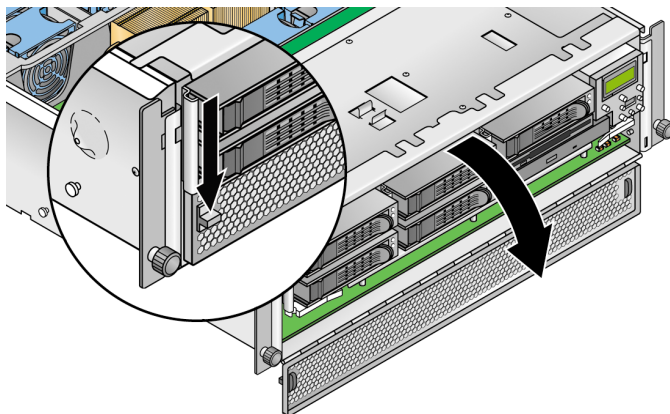

図 4-14 CPU カードのドアの開け方
3. CPU カードを取り扱うには、ハードドライブベイの下にある CPU カードのドアを開きます。ドアの 2 つのボタンを押し下げて、ドアの閉じ位置から 180 度開いた状態になるようにドアを手前に倒します (図 4-14 を参照)。